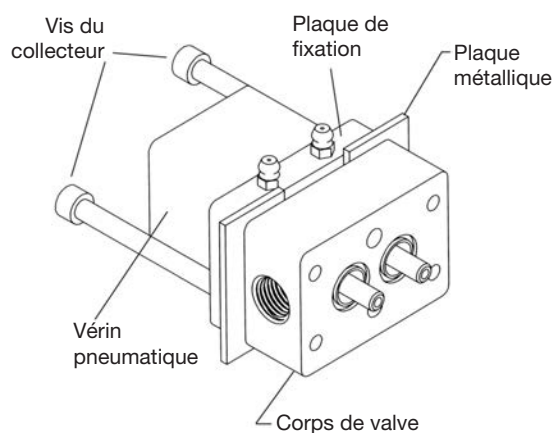

Figure 1
1. Retirez le collecteur et la plaque d'assise (8). Des fentes de levier sont fournies.
2. Enlevez les vis du vérin pneumatique (2) et remuez le vérin pneumatique séparément. Si l'assemblage est bloqué, utilisez les fentes de levier sur le corps de la valve (7) pour séparer le corps de la valve (7) de la plaque de fixation (5). Insérez les plaques métalliques entre le corps de la valve et la plaque de fixation selon la figure 1. Vissez les vis du collecteur (36) à l'arrière de la plaque de fixation et séparez le corps de valve en le poussant. Appliquez une pression uniforme pour empêcher au corps de s'incliner et de plier les pistons du vérin pneumatique (75).